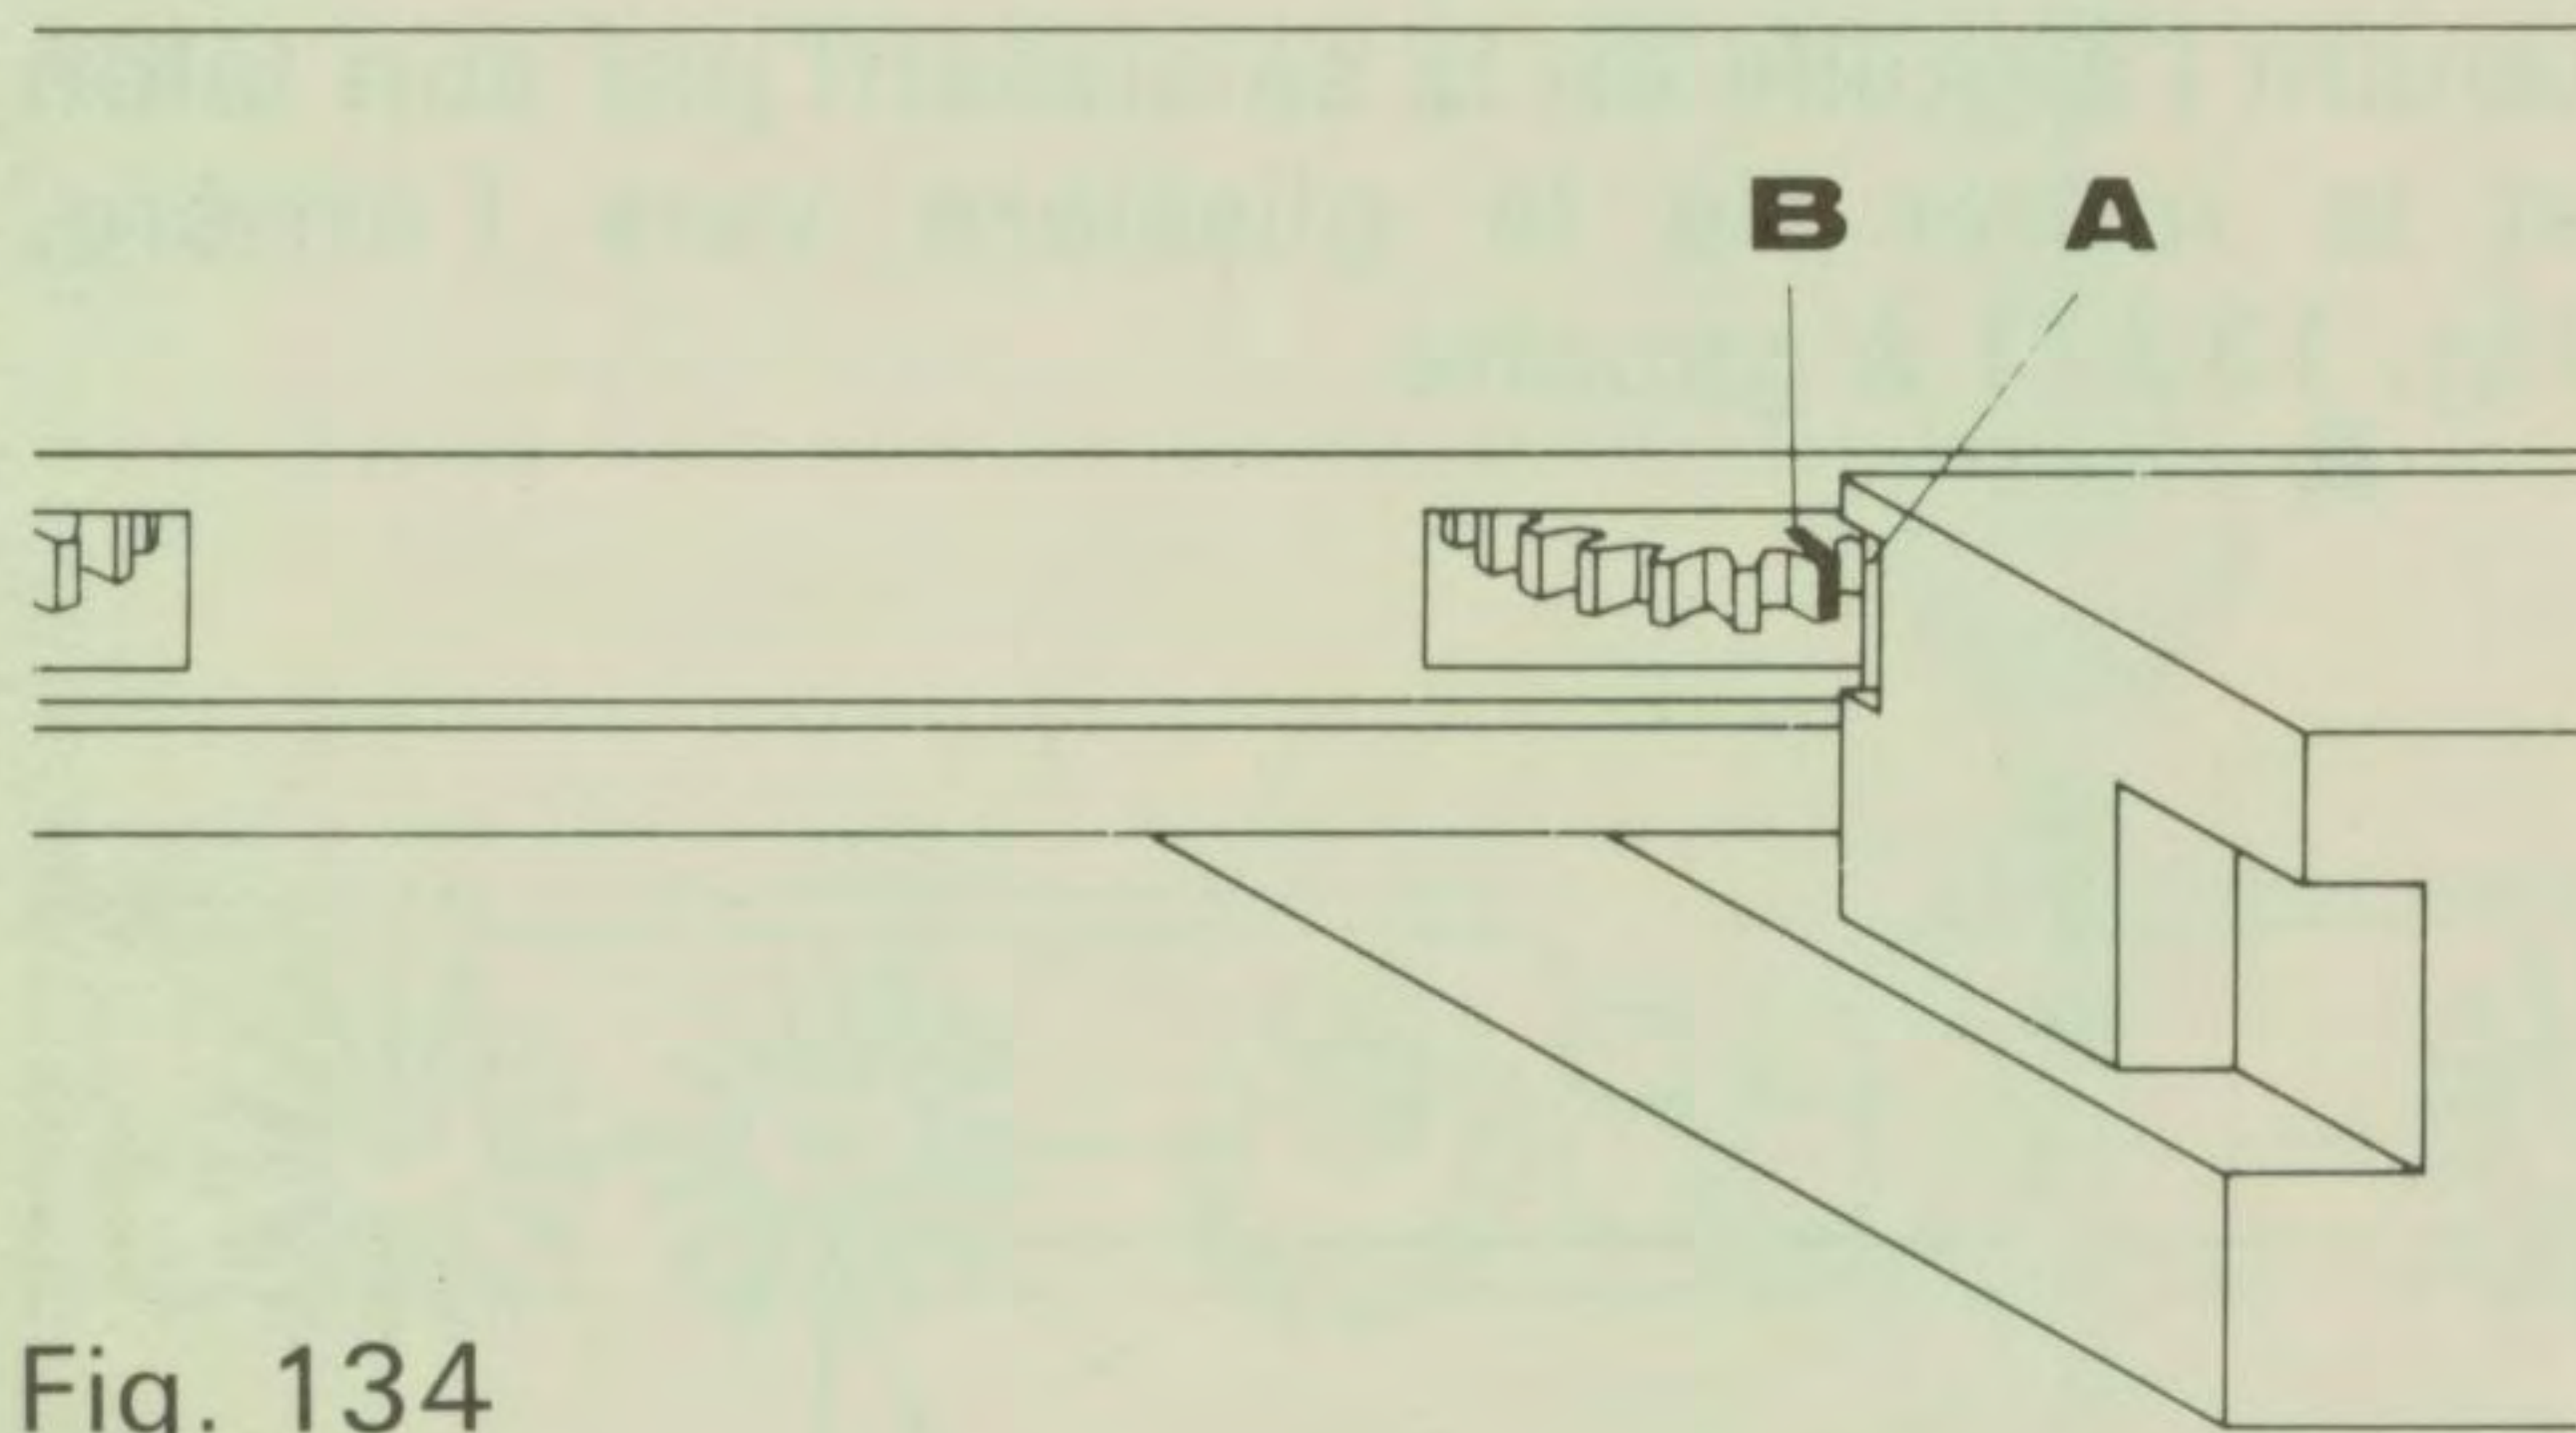

Fig. 134
Glisser le chariot à droite jusqu'à ce que l'on puisse voir, de l'arrière à côté de la paroi verte, la roue de droite. Tourner la roue jusqu'à ce que la dent verte (A) de la paroi s'engage entre les deux dents (B) de la roue motrice qui sont marquées en couleur, Fig. 134.